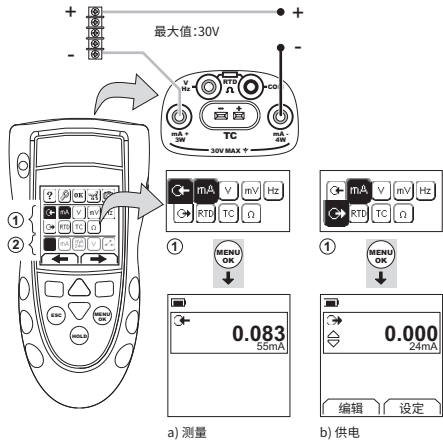
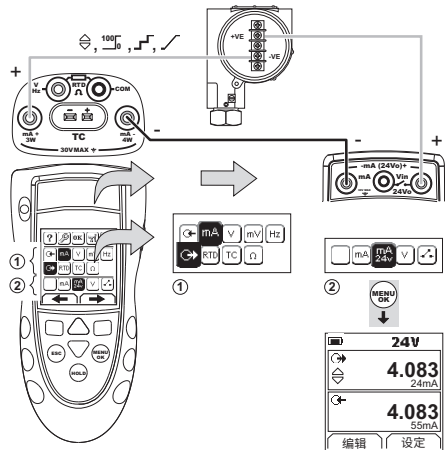
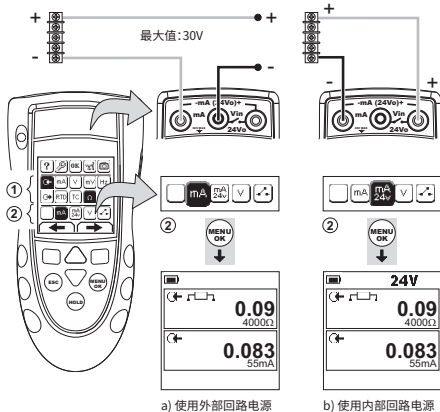

图 1：示例配置 - 使用外部回路电源测量/供电电流 (mA) (区域 Ⓜ)
图 2：示例配置 - 使用内部回路电源供电电流 (mA) (区域 Ⓜ)
图3：示例配置 - 测量电流 (mA) (双重化功能, 区域 ②)
1. 连接设备（图 1、图 2 或图 3），如果有必要，请调整设置（表 1）。